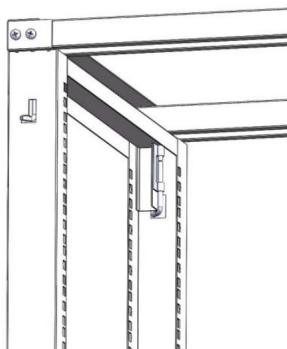

Figura 3
3. Tirare i 4 fermi della porta del set di porte nella posizione di sblocco come segue, set di porte pronto per il montaggio sul rack. Vedere la Figura 3
segue, set di porte pronto per il montaggio sul rack. Vedere la Figura 3